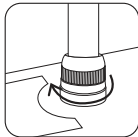

fig.11
1. Insérer le connecteur tuyau dans la base et le visser pour le verrouiller (fig.10 & fig.11)